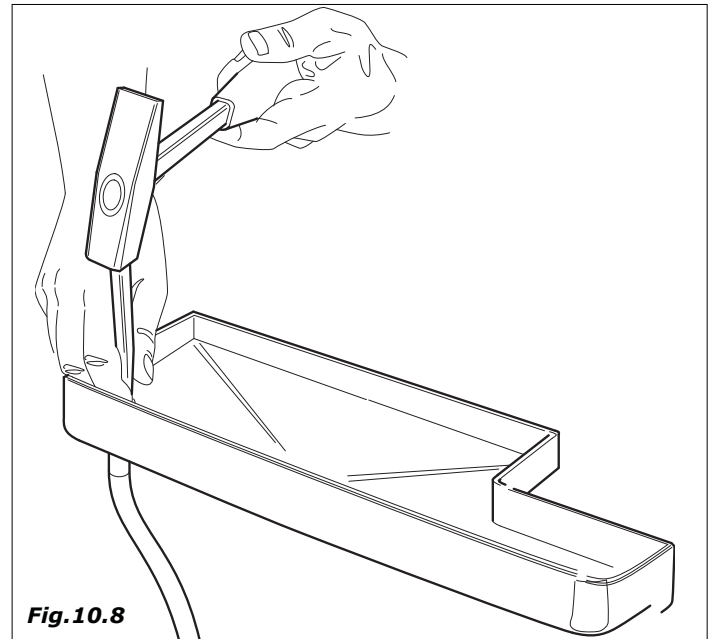

Fig.10.8
- Enlever la cuve et percer le déchargement comme indiqué à la figure 10.8.